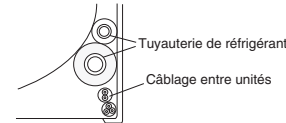

Fig. 3-67
- (3) Installer l'unité intérieure sur le panneau arrière.
- (4) Connecter la tuyauterie et le câblage acheminés de l'extérieur à l'intérieur.
- (5) Après avoir effectué le test de fuite, regrouper la tuyauterie avec un ruban d'armature et la placer dans la zone de stockage à l'arrière de l'unité intérieure. Maintenir avec des pinces. (Fig. 3-67)